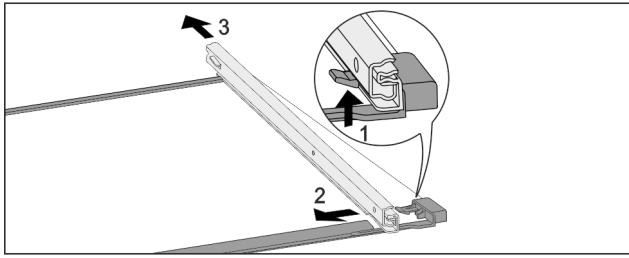

Fig. 81 Glashylla med skenor
- ▶ Tryck främre spärr uppåt. Fig. 81 (1)
- ▶ Skjut bort utdragsskena i sidled Fig. 81 (2) och bakåt Fig. 81 (3).